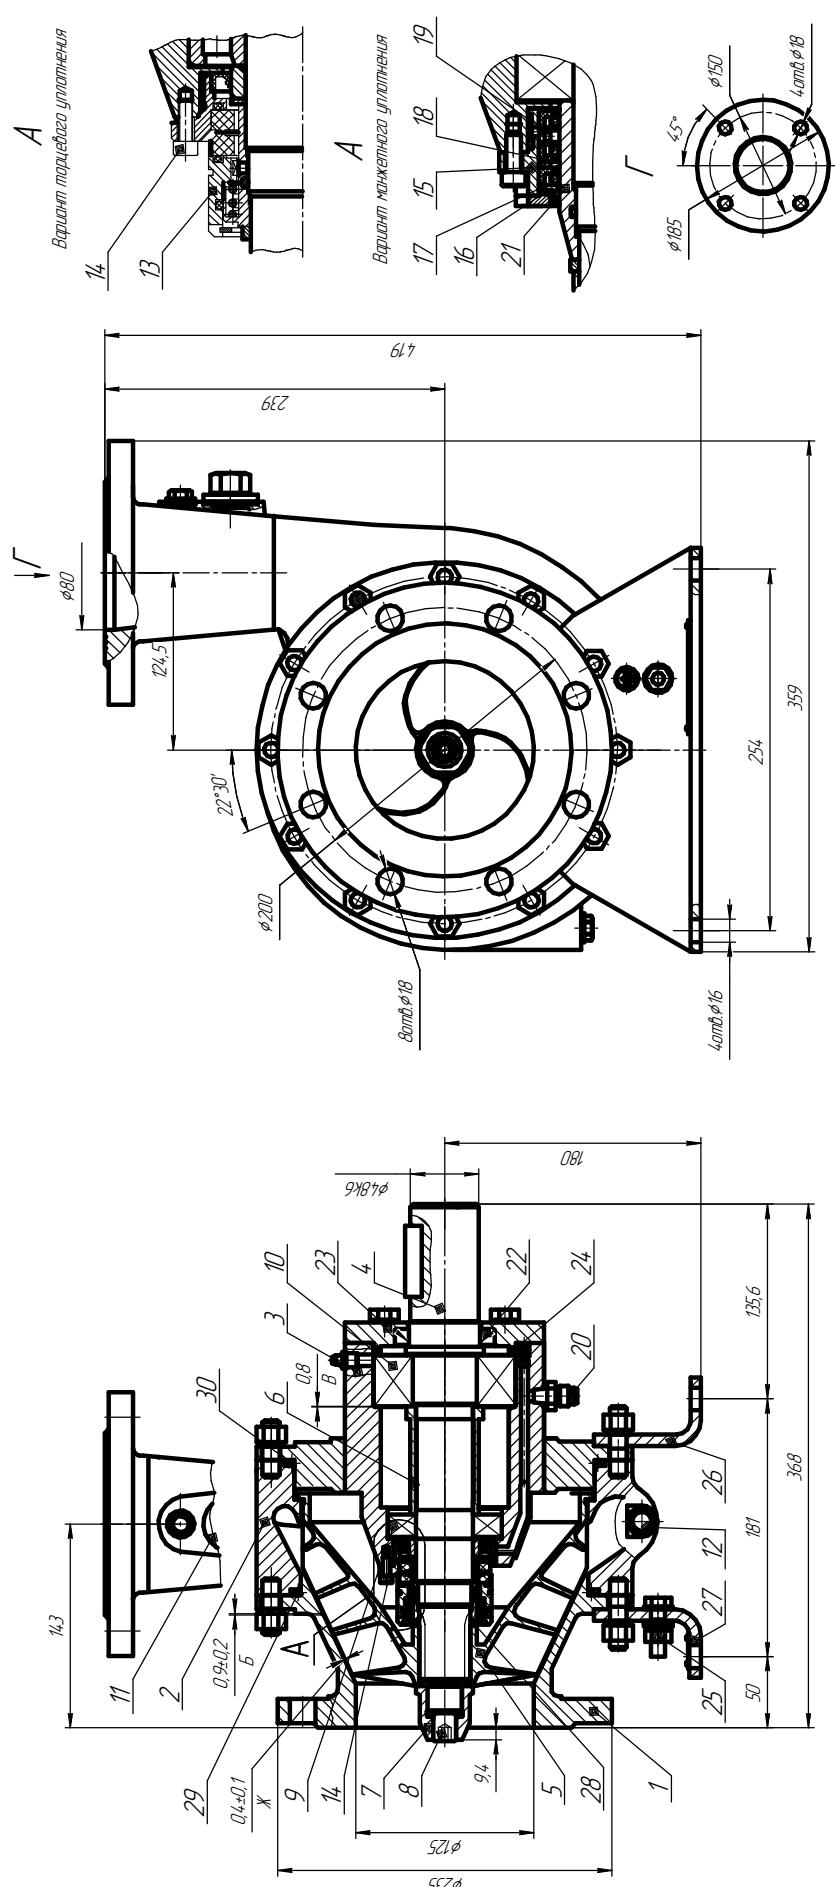

Рисунок 6 - Устройство насоса ОДН 201-125-80-Б-Т(М)
В насосе ОДН 201-125-80-ТД полость под шнеком отделена от полости подшипников двойным торцевым уплотнением (7), которое представляет собой блок монтажной готовности, устанавливаемый в корпус опор (3) с помощью винтов (23) (рисунок 6). Устройство, монтаж, демонтаж и техническое обслуживание двойного торцевого уплотнения согласно указаниям в его эксплуатационной документации.